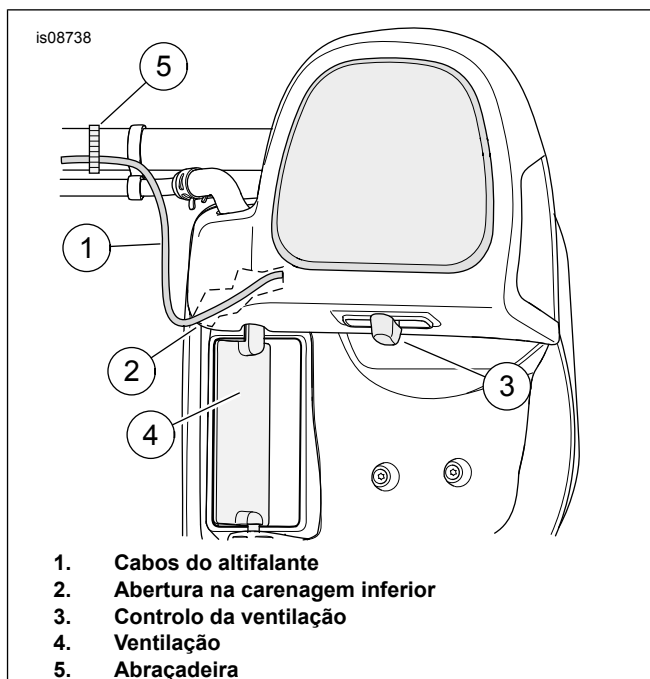

Figura 1. Encaminhamento dos cabos do altifalante
5. Ver Figura 1 . Encaminhe o cabo através da abertura pequena (2). Impeça o contacto do cabo com a ventilação (4) e o controlo da ventilação (3).
9. Fixe os cabos com a abraçadeira (5).